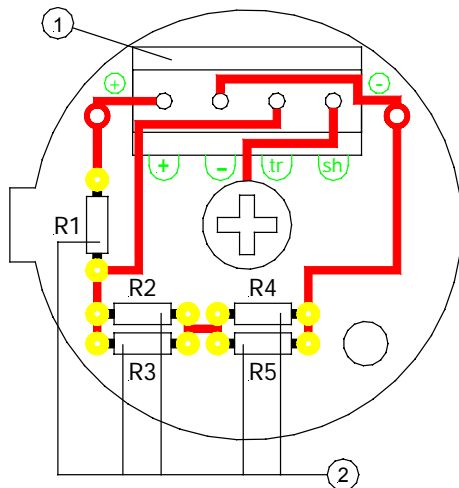

Abb. 4
Abb. 4: Platine im Pyranometer (16131.3); in der normalen Konfiguration sind nur +, - und SH via Klemmenblock (1) an die Verkabelung angeschlossen. In der Regel sind die Shuntwiderstände (2) nicht bestückt.